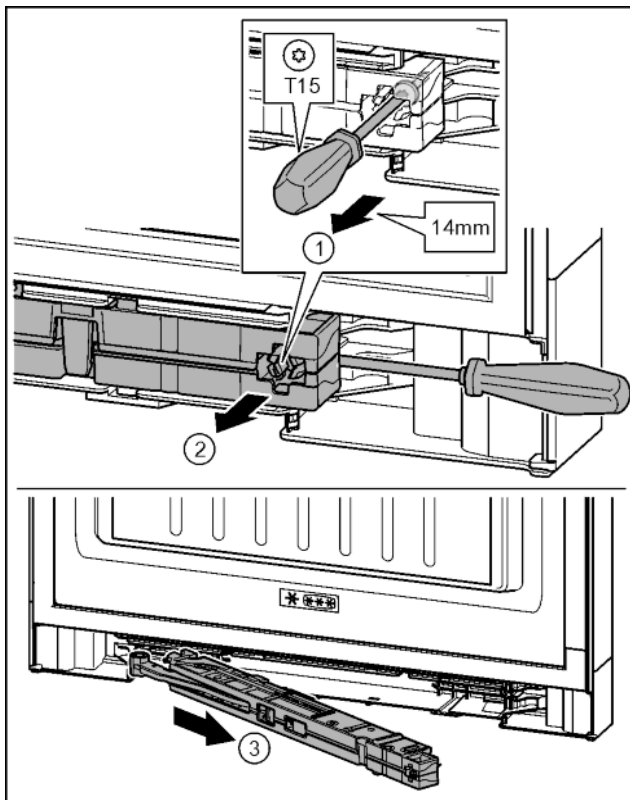

Fig. 17
- ▶ A záráscsillapító egységnél T15 csavarhúzóval kb. 14 mm mm-rel engedje ki a csavart. Fig. 17 (1)
- ▶ A fogantyú oldalán csavarhúzóval nyúljon a záráscsillapító egység mögé. Forgassa előre az egységet. Fig. 17 (2)
- ▶ Húzza ki az egységet. Fig. 17 (3)